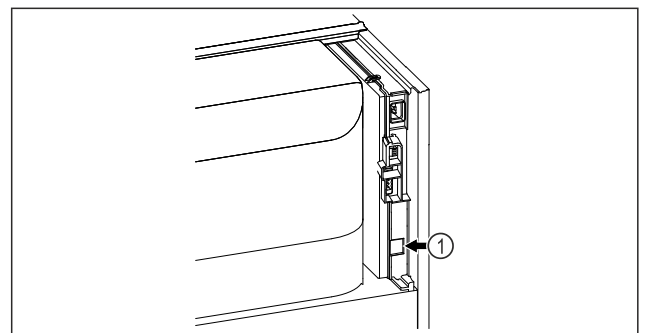

Fig. 97
- Vstavljen je SmartModule Fig. 97 (1).